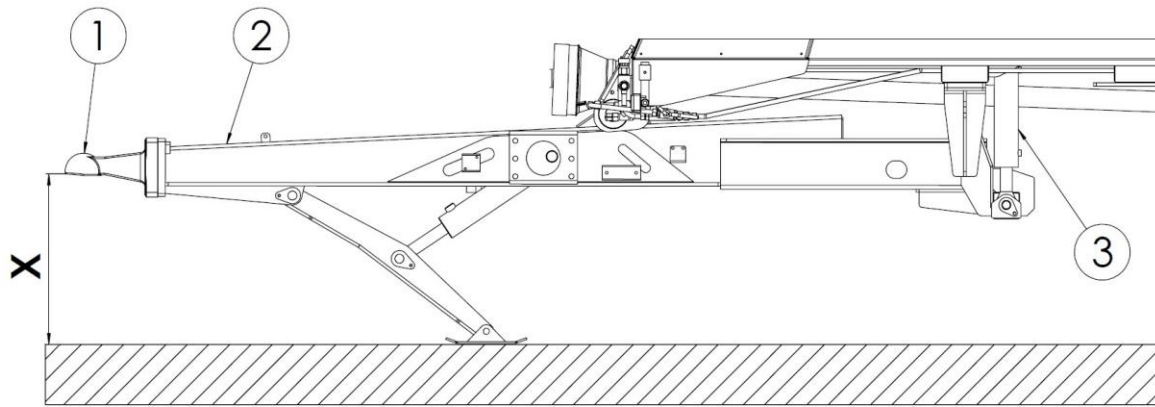

Figure 15. Position du timon par rapport au sol
L'épandeur assemblé en usine ne peut être raccordé qu'au timon d'attelage inférieur du tracteur. L'attelage (2) a la capacité de modifier la hauteur de l'anneau du timon (1) par rapport au sol – Figure 15. Ceci est fait par un vérin hydraulique (3). Le timon est réglé à la bonne hauteur en mettant l'épandeur à niveau, ce qui assure une répartition uniforme du poids de l'épandeur sur l'essieu. Après avoir accouplé l'épandeur, vérifiez que l'épandeur est correctement nivelé, avec et sans charge.